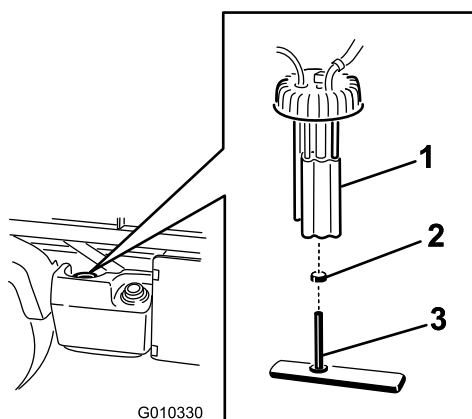

Figura 57
2. Desenchufe los conectores del arnés de cables de la bomba de combustible (Figura 57).
3. Afloje la abrazadera y desconecte el tubo de combustible del tapón de la bomba de combustible (Figura 57).
4. Desenrosque el tapón de la bomba de combustible de la parte superior del depósito de combustible (Figura 57).
5. Retire el conjunto de la bomba de combustible y el filtro de combustible del depósito (Figura 57).
6. Retire la abrazadera que sujeta el tubo del filtro de combustible al acoplamiento de la bomba de combustible (Figura 57).
7. Retire el tubo del acoplamiento (Figura 57).